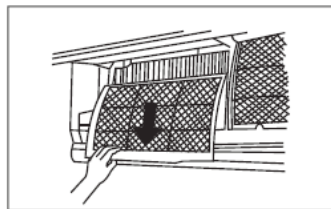
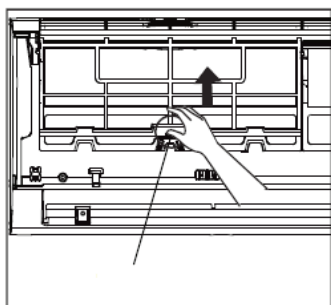

fig. 15 -
fig. 14 -
3. Verwijder de filters door de centrale lipjes naar boven te duwen tot ze uit de houder worden losgemaakt en naar beneden te trekken ("fig. 14 -" en "fig. 15 -").